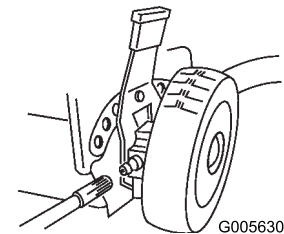

Figura 34
1. Limpie con un trapo limpio los puntos de engrase de las palancas de ajuste de la altura de corte de las ruedas traseras (Figura 34).